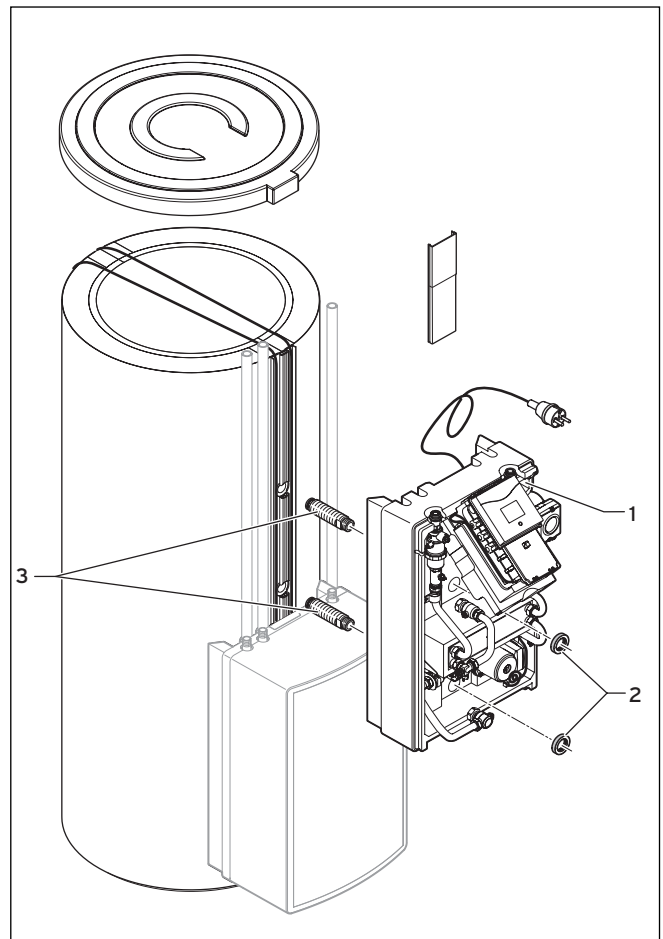
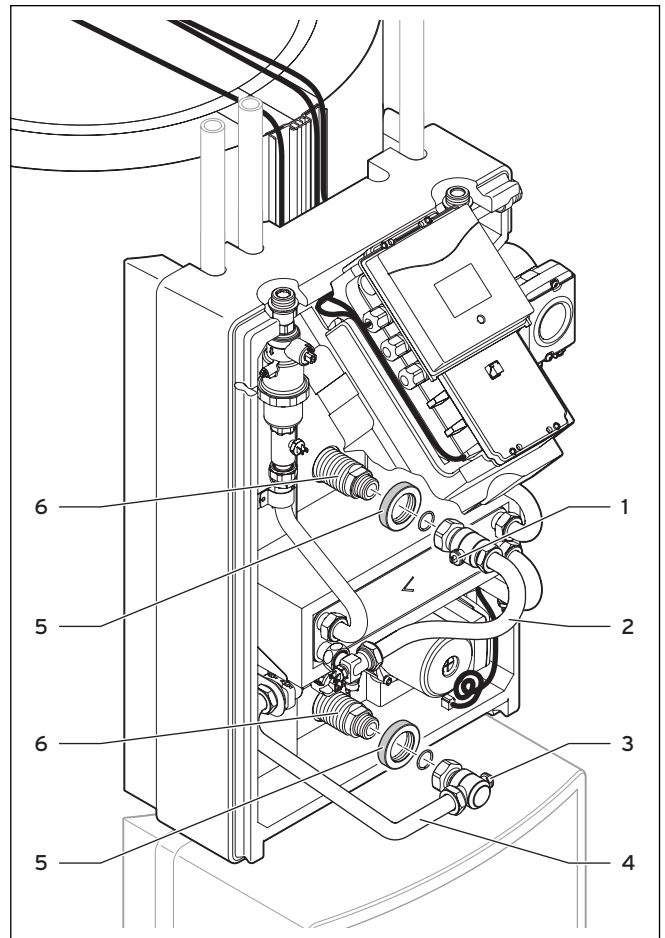

Abb. 5.3 Solarladestation am Pufferspeicher VPS/2 montieren
Abb. 5.5 Solarladestation am Pufferspeicher VPS/2 montieren
- Klappen Sie den Schaltkasten (1) hoch, indem Sie die Abstützung (3) rechts des Schaltkastens zur Seite ziehen, und setzen Sie den Schaltkasten fest.
- Lösen Sie die Verbindungsmuffen (→ 3, Abb. 5.3) von den Pufferspeicheranschlüssen der Solarladestation.
- Schieben Sie die Solarladestation (→ 1, Abb. 5.3) über die Verbindungsmuffen.
- Schrauben Sie die Sicherungsringe (→ 2, Abb. 5.3, auch → 5, Abb. 5.5) handfest auf die Verbindungsmuffen des Vor- und des Rücklaufs des Pufferspeichers, bis die Solarladestation glatt am Pufferspeicher anliegt.